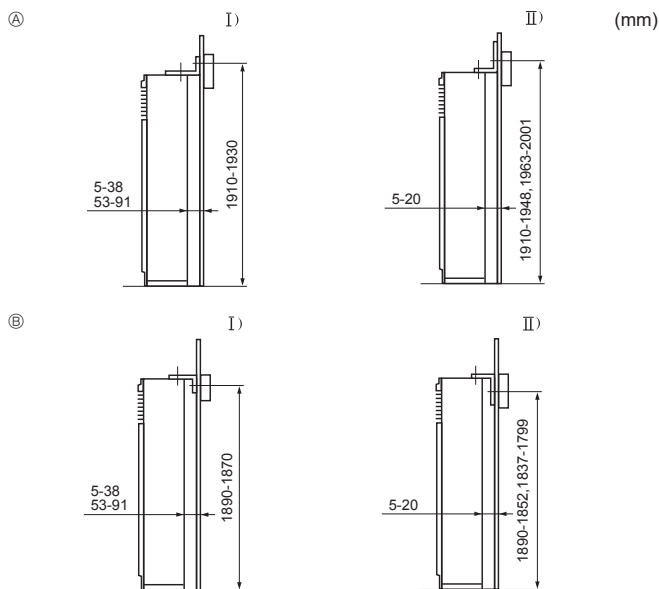

Fig. 3-3
- ① Γωνιακό λαμάκι στήριξης
Το γωνιακό λαμάκι στήριξης ① τοποθετείται στην άνω επιφάνεια της μονάδας. Βγάλε τις λαμαρινόβιδες ② και στη συνέχεια επανατοποθετήστε το λαμάκι όπως φαίνεται στην εικόνα. Για τις κατάλληλες αποστάσεις τοποθέτησης, δείτε στη Fig. 3-3.
- Ⓔ Βγάλε τη βίδα ⑩ και στη συνέχεια τραβήξτε τη γρίλια προς τα εμπρός για να τη βγάλετε.
3.3. Τοποθέτηση του γωνιακού λαμακιού στήριξης (Fig. 3-3)